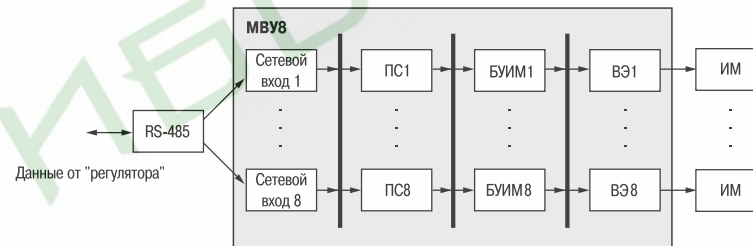

Рис. 2
4.1.2. Структурную схему прибора можно представить в виде нескольких программных модулей2 (рис. 2).
Для интеллектуального управления ИМ МВУ8 необходимо сконфигурировать, т.е. соединить определенным образом программные модули, см. рис. 2. Любой элемент слева от толстой линии на рис. 2 может соединиться с любым элементом справа от нее.